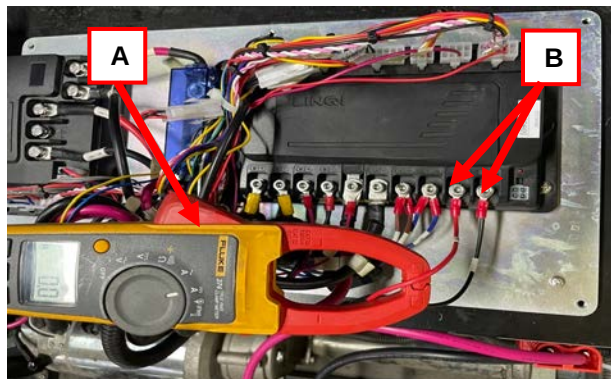

Figura 60
1. Applicare la pinza amperometrica (A, Figura 60) su uno dei fili del motore dello scuotifiltro (B, Figura 60).